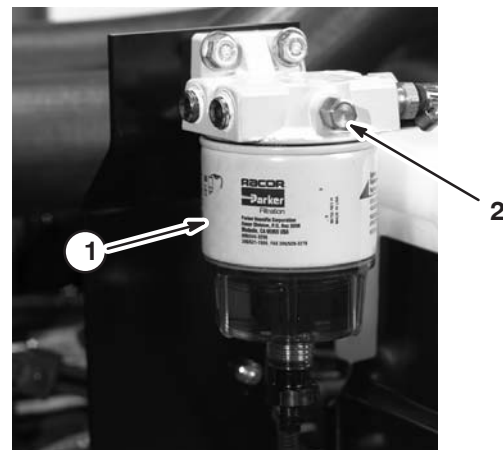

Bild 14
3. Öffnen Sie den Entlüfterstutzen am Kraftstofffilter/Wasserabscheider (Bild 14).